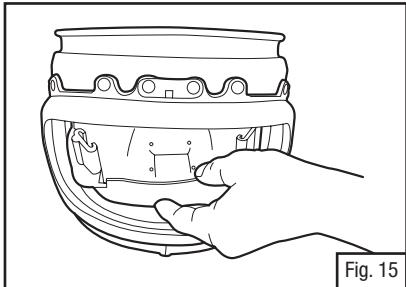

Fig. 15
3. Empuje hacia adelante el recubrimiento interior hasta que el empaque quede libre (Fig. 15).